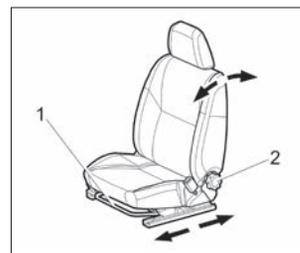

Рис. 9. Переднее сиденье
Рис. 9а. Переднее сиденье
Для регулировки передних сидений в продольном направлении потяните блокирующий рычаг **1** (рис. 9) вверх. После установки сиденья в удобное положение опустите рычаг и, небольшим перемещением сиденья вперед-назад, добейтесь его надежной фиксации.
**В варианном исполнении** в автомобиле реализуется функция регулировки переднего сиденья по высоте. Чтобы изменить угол наклона и положение подушки сиденья, поднимайте либо опускайте рычаг (см. рис. 9а), расположенный с внешней стороны подушки. Для того чтобы опустить подушку сиденья, толкните рычаг несколько раз вниз. Для того чтобы поднять подушку сиденья, потяните рычаг несколько раз